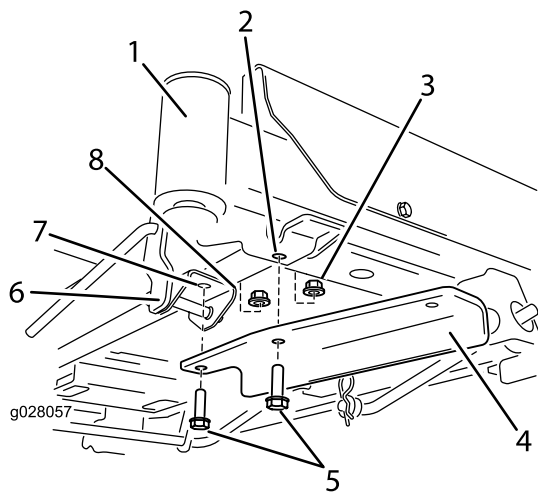

Figura 5
- Máquinas con pedal de elevación asistida: Las arandelas no serán necesarias. En su lugar, retire los herrajes delanteros del soporte del pedal de elevación asistida. Sujete el soporte usando dos pernos y dos contratuercas (Figura 5). Utilice una contratuerca de las piezas sueltas y otra de las retiradas anteriormente.